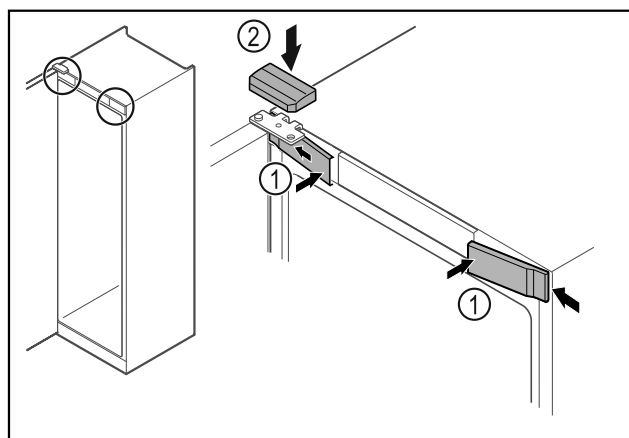

Fig. 49 *
- Futni nga anash kapakët mbulues të përparmë Fig. 49 (1) dhe mbërthejini.*
- Mbërtheni nga lart kapakun mbulues të sipërm Fig. 49 (2).*